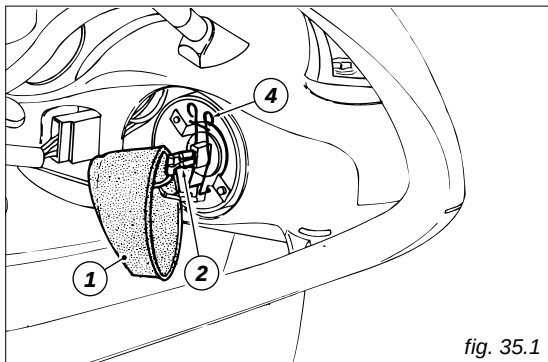

fig. 35.1
lampada anabbagliante (fig.35.1): scollegare dal corpo proiettore la cuffia in gomma (1). Sfilare la spinetta (2) dalla lampada premendo il bottone di sgancio rapido inferiore.
Sganciare la molletta (4) di tenuta della lampada e rimuoverla dal supporto (fig.35.1 e 35.2).